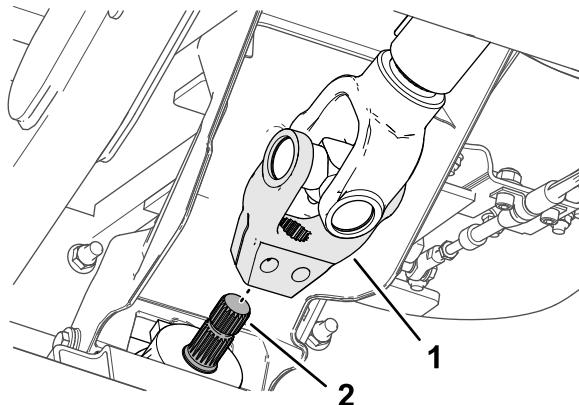

Figura 17
5. Alinee las acanaladuras de la horquilla del árbol de transmisión con las acanaladuras del eje de entrada del accesorio (Figura 17) y deslice la horquilla sobre el eje.